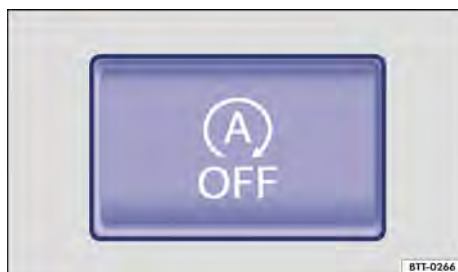

Fig. 126 En la parte inferior de la consola central: tecla del sistema Start-Stop.
- Para desconectar el sistema, pulse la tecla  situada en la consola central → fig. 126. Cuando el sistema Start-Stop está desconectado, se enciende el testigo de control de la tecla.
- Para volver a conectar el sistema, pulse de nuevo la tecla  de la consola central → fig. 126.